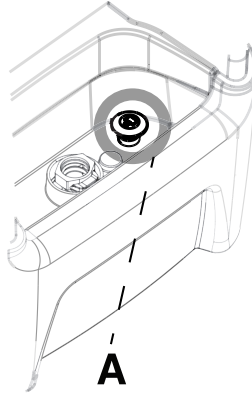

Figura 5-31: Tampão de drenagem
20. Puxe o tampão de drenagem do controlador para cima (Figura 5-31 na página 5-47) para abrir o dreno.